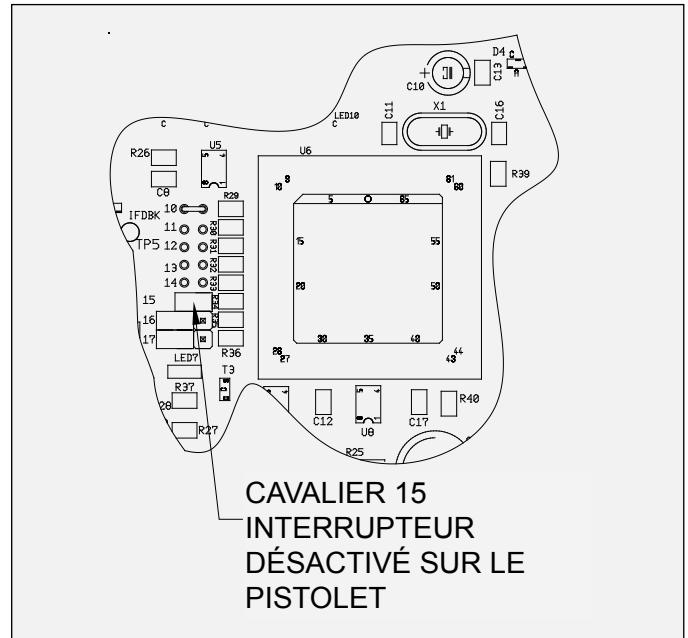

Figure 10 : Emplacement du cavalier -
2. Placer le cavalier sur les deux (2) broches à l'emplacement 15 de la carte de circuit imprimé principale (voir Figure 10).